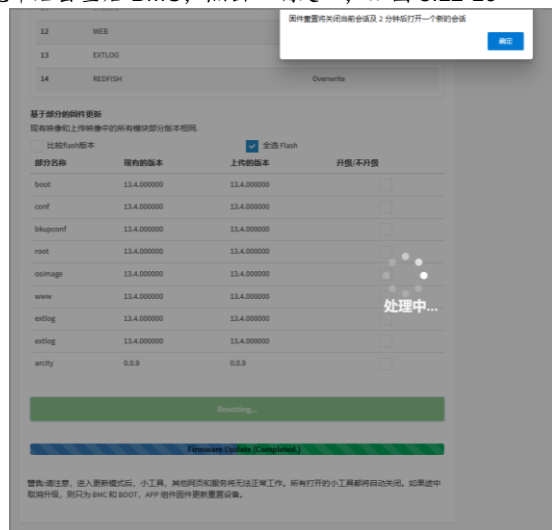

图 5.12-10: 固件更新 6
5. 固件更新完后会重启 BMC，点击“确定”，如图 5.12-10